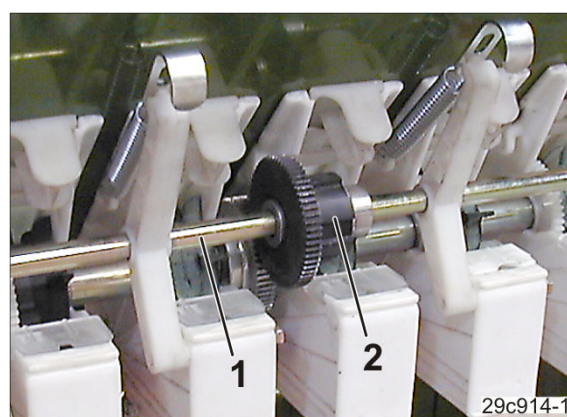

Fig. 104
O contra-eixo (Fig. 104/1) é acionado através de um acoplamento (Fig. 104/2) do veio de semeador.
O acoplamento do contra-eixo (Fig. 104/2) pode ser acionado
- se o acoplamento (Fig. 104/2) for acionado
- o contra-eixo (Fig. 104/1), que aciona as rodas de sementeira de sulcos de marcha, para